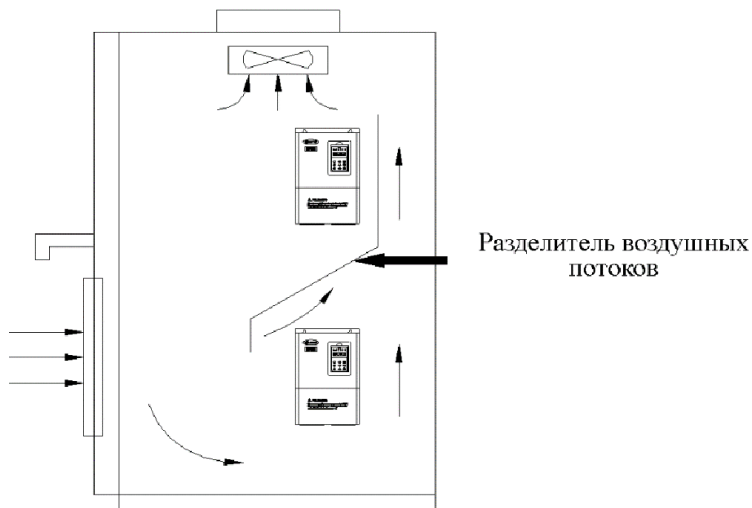

Рисунок 3-2 – Установка нескольких частотных преобразователей в одном электротехническом шкафу.
- (3) При монтаже нескольких преобразователей необходимо устанавливать разделители воздушных потоков между ними (рис. 3-2).